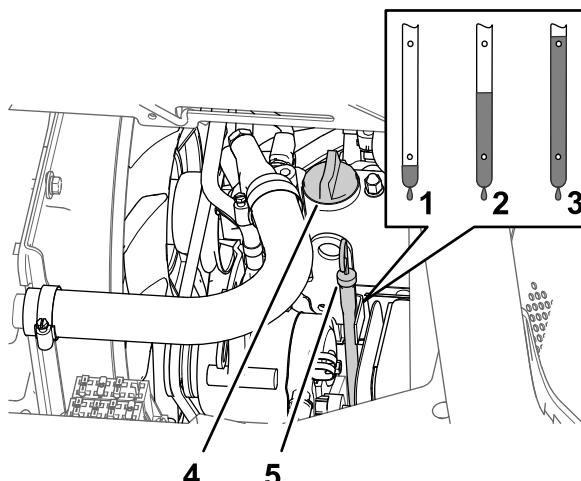

Bild 68
5. Nehmen Sie den Ölfülldeckel vom Füllstutzen an der Ventilabdeckung des Motors (Bild 68) ab und gießen Sie ungefähr 80% der angegebenen Ölmenge langsam in den Füllstutzen.
6. Nehmen Sie den Peilstab heraus und lesen den Ölstand im Motor ab (Bild 68).
7. Gießen Sie langsam weiteres Öl der angegebenen Sorte ein, um den Ölstand bis zur Voll-Markierung am Peilstab anzuheben (Bild 68).
8. Bringen Sie den Ölfülldeckel in den Füllstutzen und den Peilstab in das Peilstabrohr (Bild 68).